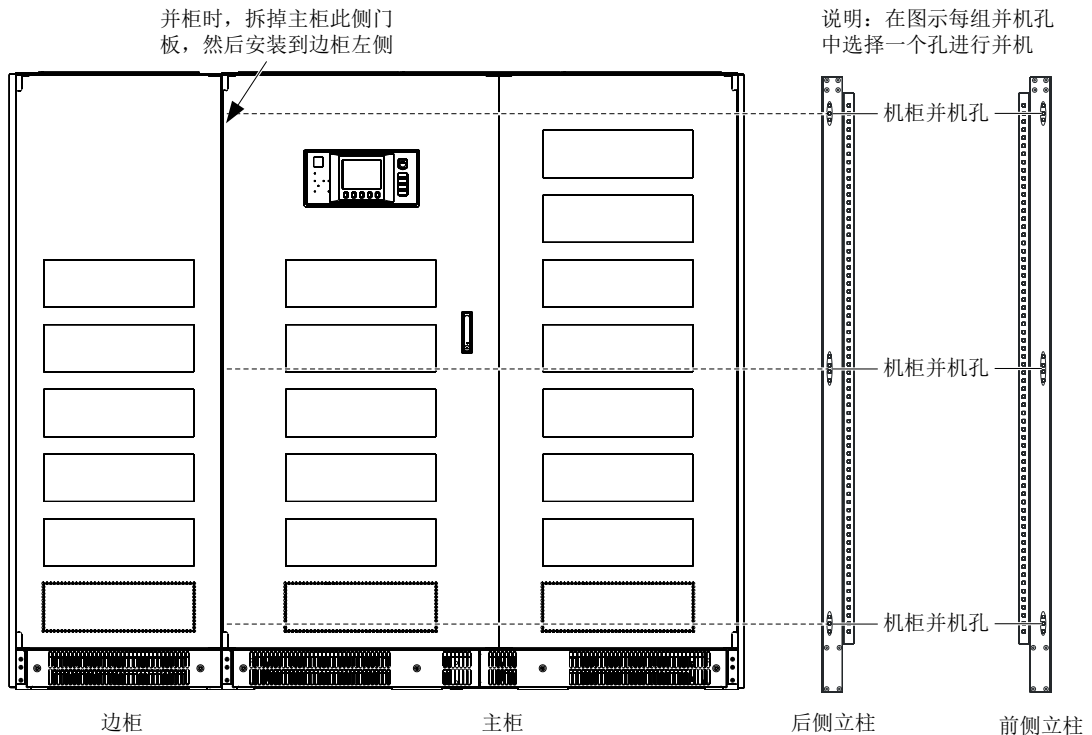

图2-10 300kVA UPS (12脉) 并柜机械连接 (正视图)
4. 安装立柱连接螺钉 (M12 螺钉，附件)，前后共 6 处，如图 2-10 所示。